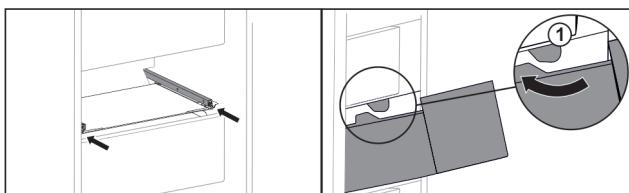

Fig. 115
- Прокарате чекмеджето около ограничителите Fig. 115 (1).